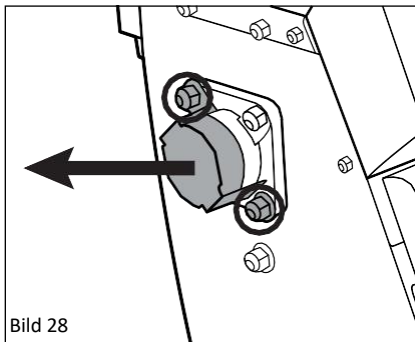

Bild 28
3. För att komma åt knivaxeln måste du ta bort de två muttrarna från knivaxelkåpan (14), se bild 28.